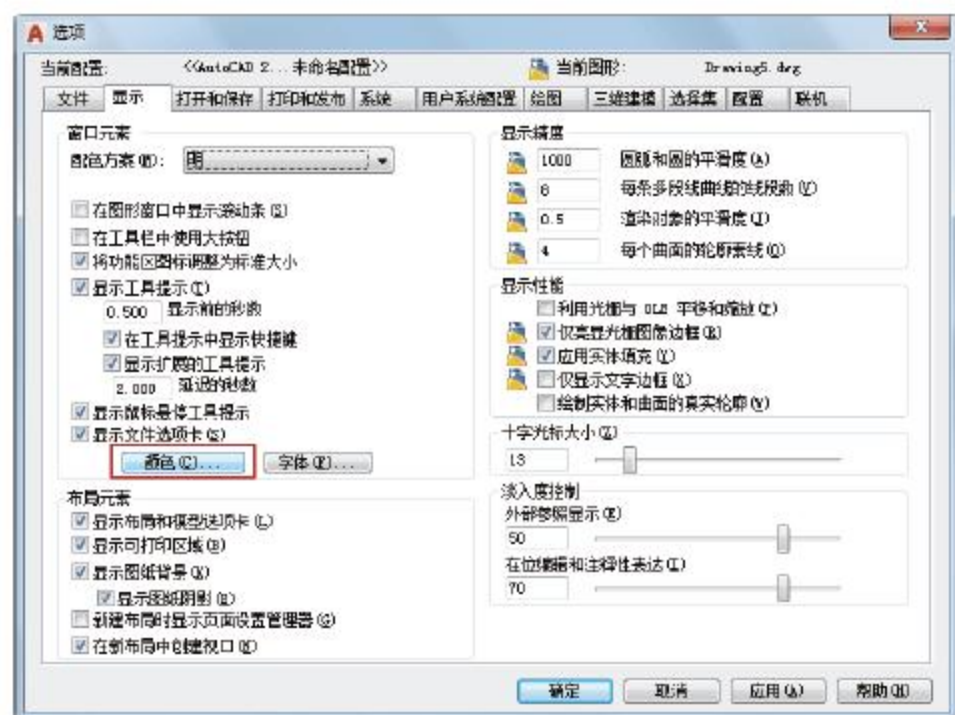

图2-55 【选项】对话框
**01** 选择菜单【工具】|【选项】命令,弹出【选项】对话框,单击【显示】选项卡中的【颜色】按钮,如图2-55所示。